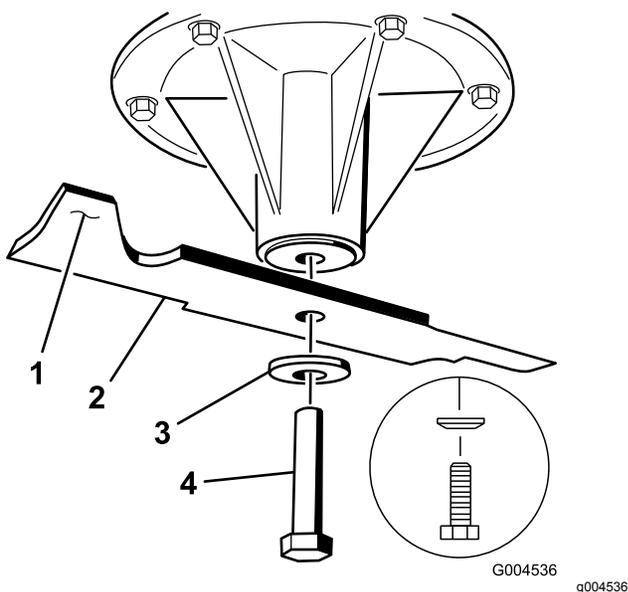

Рисунок 114
2. Отверните болт ножа, снимите изогнутую шайбу и нож с вала шпинделя (Рисунок 114).
1. Установите нож на шпindel (Рисунок 114).
2. Установите изогнутую шайбу и болт ножа (Рисунок 114).